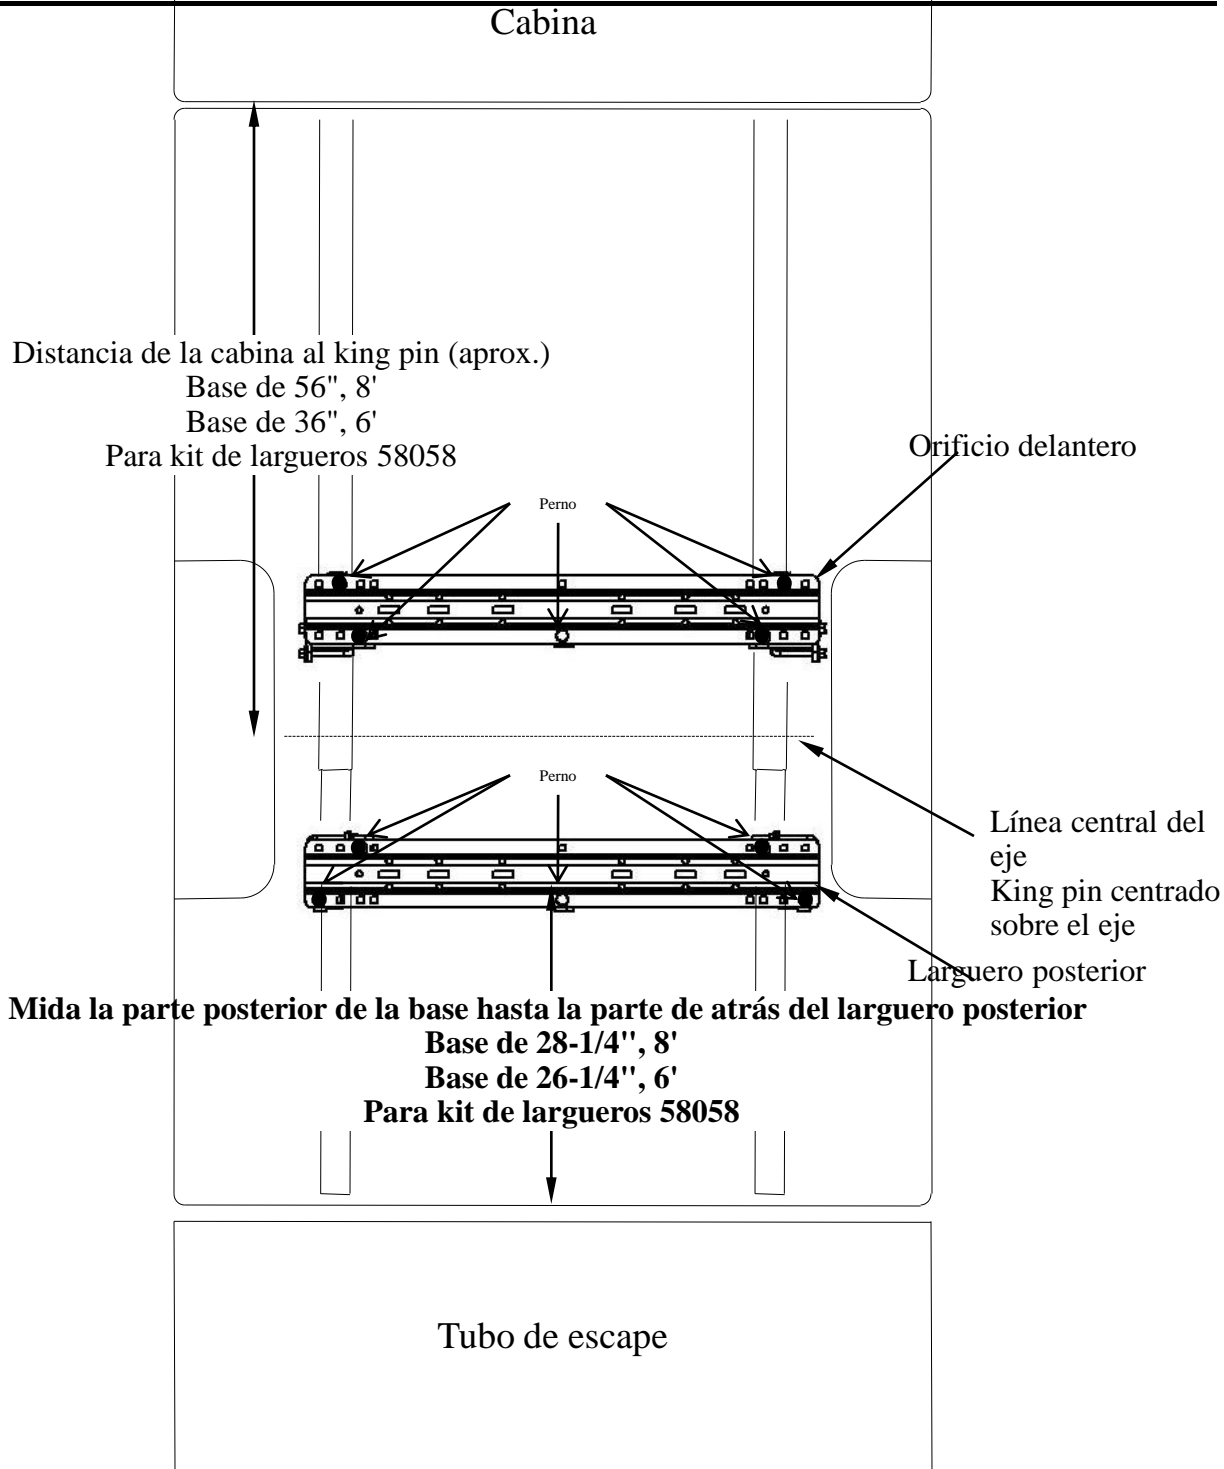

Figura 3
3. Coloque el larguero de montaje en la base del vehículo. Usando la cinta de medir, centre el larguero entre las costuras de soldar a lo largo del piso del vehículo y la distancia correcta desde el borde posterior de la caja del vehículo como se ilustra en la Figura 3 en la página 4.
4. Marque y centre los orificios según la ilustración en la Figura 3. Mueva el larguero del camino y perforo cada posición con una broca de 1/8". La fila delantera de orificios en el larguero posterior debe ir a través del apoyo de la base. **ADVERTENCIA: Al perforar los orificios tenga en cuenta los riesgos potenciales para los componentes del vehículo y tome las medidas necesarias para protegerlos de daños.**